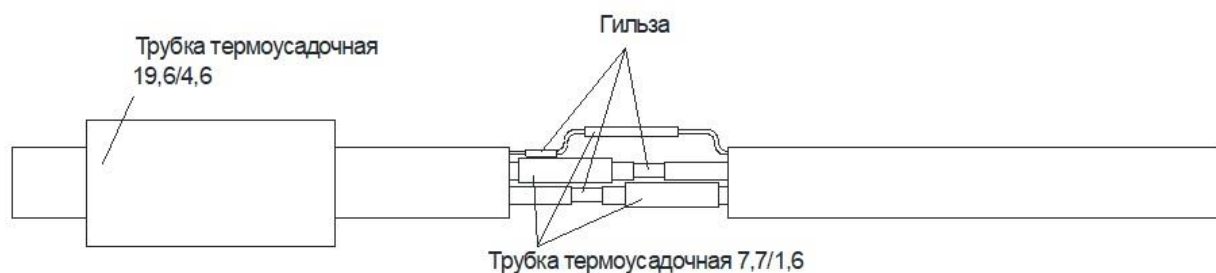

Рисунок 3.
2.11. Соединить между собой короткие жилы одного кабеля с длинными жилами другого кабеля, так же соединить дренажную жилу одного кабеля с дренажной жилой другого. На каждой нагревательной жиле и дренажной жиле обжать гильзы ручным кримпером. Рисунок 3